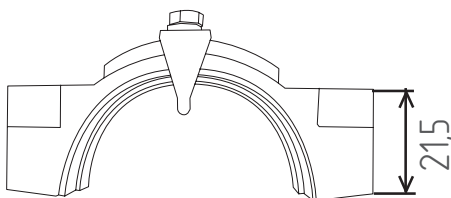

Рис. 13
7. Произведите измерения высоты бугеля согласно **Рис. 13**. В случае, если высота бугеля меньше 21,5 мм, убедитесь, что торец вилки актуатора не задевает дно подвижного фланца.